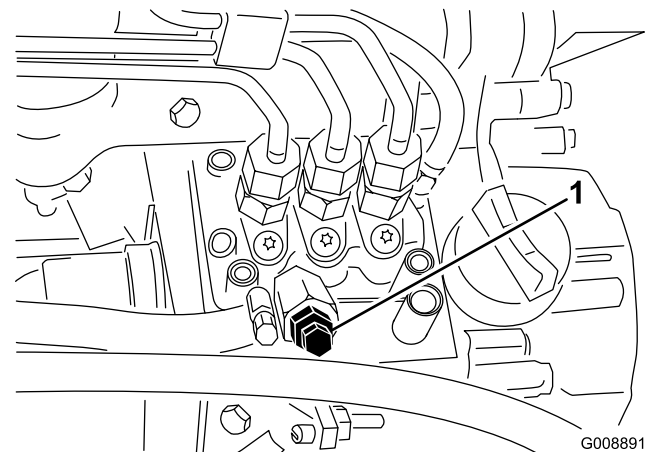

図 34
- 燃料噴射ポンプについているエア抜きネジ (図 34) をゆるめる。